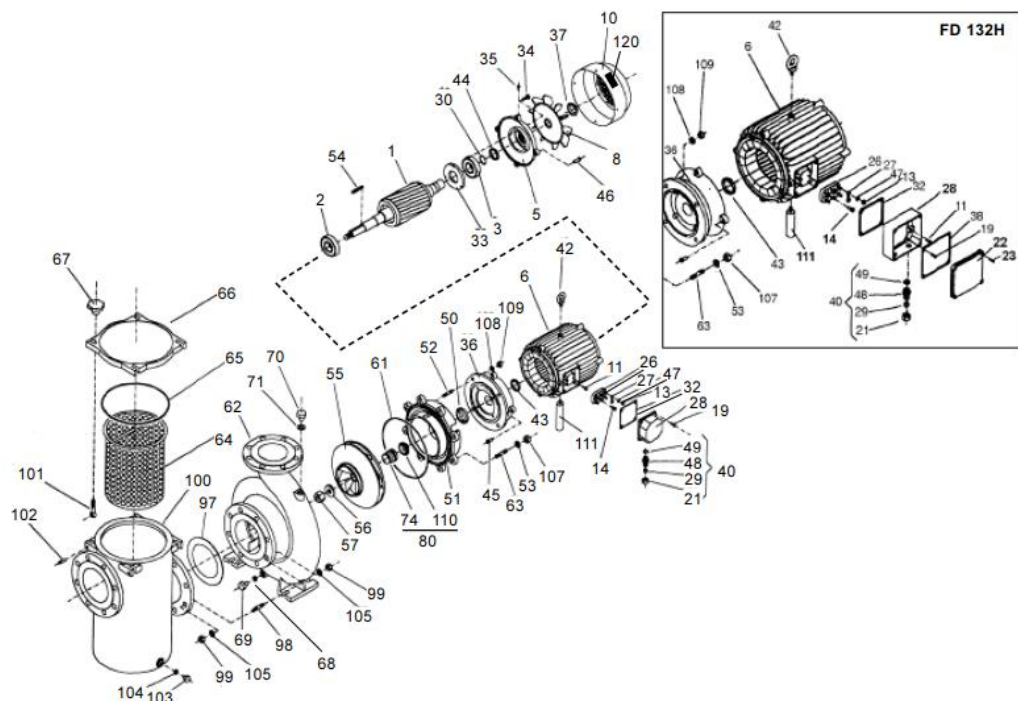

Рис. 3
- Ослабьте и отсоедините кабели питания на соединительной коробке (26) (рис.3).
Чтобы демонтировать и собрать насос, см. подробный чертеж. (рис.3). Чтобы извлечь двигатель из гидравлического кожуха (62), открутите винты (63,53,107), чтобы отделить одну часть от другой.
Для заказа запасных частей необходимо указать деталь, номер, указанный на чертеже (рис. 3) и модель насоса.
| FD123-124-125-126-131-132 _____ | Рис. 3 _ Стр. 5 |
| FD325-326-127.1-128.1 _____ | Рис. 3 _ Стр. 6 |
| FD129.1-130.1 _____ | Рис. 3 _ Стр. 7 |
| FD133-134-135-136-137 _____ | Рис. 3 _ Стр. 8 |